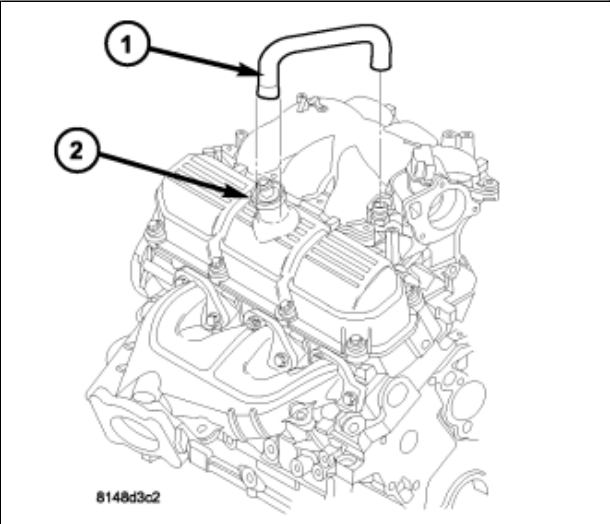

图 2 PCV软管
- 5. 安装缸盖盖罩和螺栓(图 2)。
- 6. 将缸盖罩螺栓紧固至12 N·m（105 in. lbs.）(图 2)。